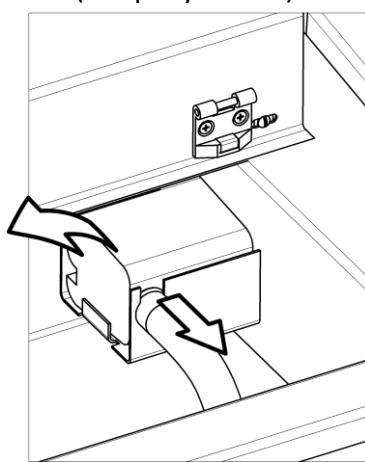

Рисунок 13 – Насос
- 5.9.1 Отсоединить от насоса выходной штуцер и аккуратно извлечь насос из держателя, чтобы не повредить кабель питания насоса (см. рисунок 13).